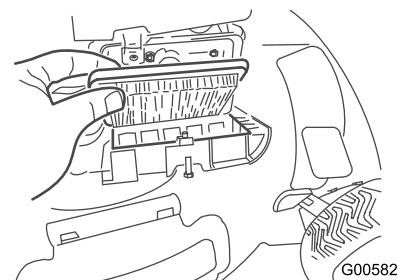

Рисунок 23
2. Замените воздушный фильтр (Рисунок 23).